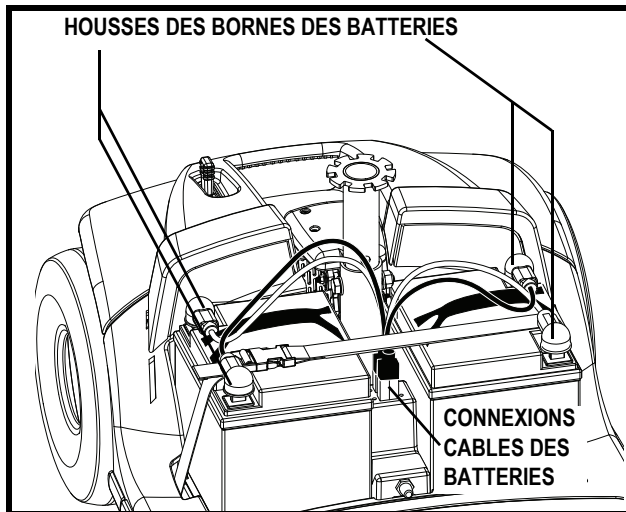

Figure 12. Enlèvement/installation des batteries
3. Débranchez les câbles à batteries en tirant droit vers le haut. **Voir la figure 12.**